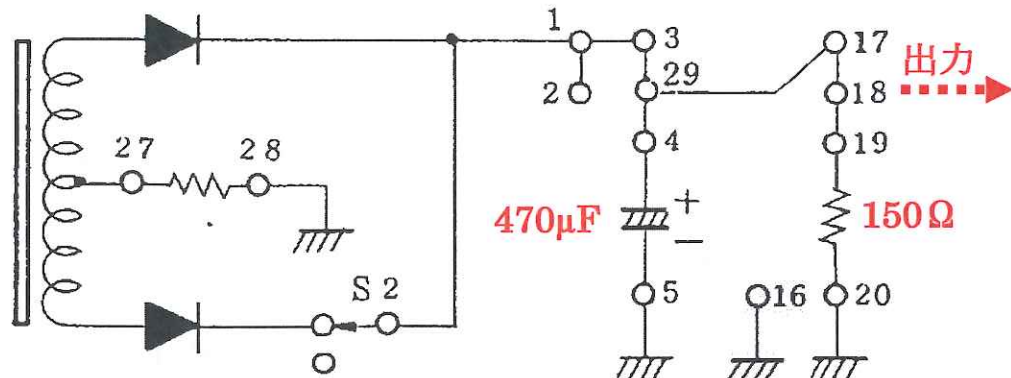

図 3.4 測定用のコンデンサ入力型平滑回路
「3-2」にて、整流回路によって出力波形が整流されることを確認されたが、波形は波打っており(これを脈流という)、直流とは言い難い。そこで、コンデンサを用いて出力信号(波形)を「平滑化」する必要がある。図 3.4 に示したのは、平滑化を行う「コンデンサ入力型平滑回路」である。この平滑化回路は、コンデンサに入力する電圧が上昇している間、コンデンサに電流が流れ込み、電荷が蓄えられる。一方、電圧がピークを超えて下降している間、コンデンサの方が高電位となり、電荷が放電され、電流が抵抗に流れ込み、電圧を持ち上げる。すなわち、平滑化されることになる。
(1) 実習装置に、図 3.4 の測定用回路を参考にリード線を接続する。
(2) 端子 4 と端子 5 の間に、470μF の電解コンデンサを接続する。
⑨ 電解コンデンサを接続する際、極性に注意すること⇒(電極長：+側，電極短：-側)
(3) 端子 18 をオシロスコープで観察し、出力波形をスクリーンショットを撮る
⑨ 入力切換スイッチ⑥を、一旦 GND にして、必ず電位 0 V の位置を記入すること。
⑨ 作成するグラフには、装着抵抗値，電位 0V の位置，[VOLTS/DIV]，[SEC/DIV] を，単位も忘れずに記入すること。
(5) 電解コンデンサを 100μF に交換し、(1)～(5)と同様の測定から出力波形を比較検討する。
⑨ 電解コンデンサ交換時の極性に注意すること⇒(電極長：+側，電極短：-側)